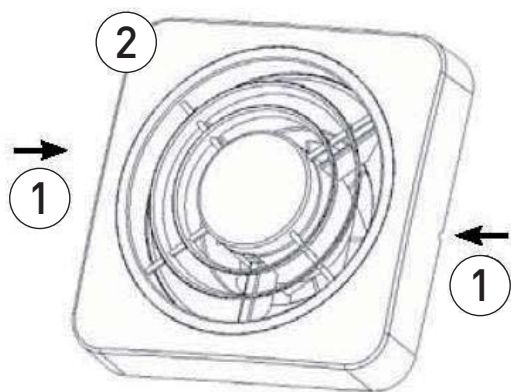

Fig. 8
1. Sganciare il coperchio [2] dal portamotore premendo sui fori laterali [1] mediante un piccolo cacciavite (fig. 8).